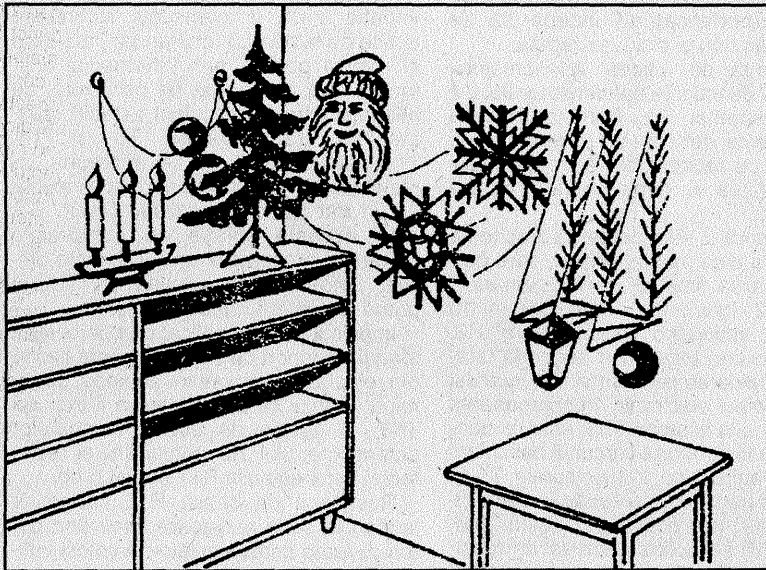

Fig. 1
1. Colt de cameră unde puteți fixa pe perete o mască a lui Moș Crăciun, imaginea mult mărită a unor „fulgi” (cristale) de zăpadă tăiați din pătrate de carton alb cu latura de 150-200 mm, o aplică lucrată din sârmă de afuminiu (grosime: 2mm) vopsită cu bronz argintiu sau auriu, pe care agățați crenguțe de brad natural (sau din material plastic), globuri colorate, lampioane, figuri de pitici, ciuperci etc. Pe o mobilă din apropiere, așezați un mic brad natural (fixat în suport de lemn sau metalic ori într-un ghiveci pentru flori umplut cu nisip). Decorați-l cu globuri mici de sticlă și fire de beteală. Alături așezați un suport cu câteva lumânări colorate. Uniți obiectele expuse pe perete cu cele de pe mobilă printr-o punte alcătuită din fire lungi de beteală (fig. 1).